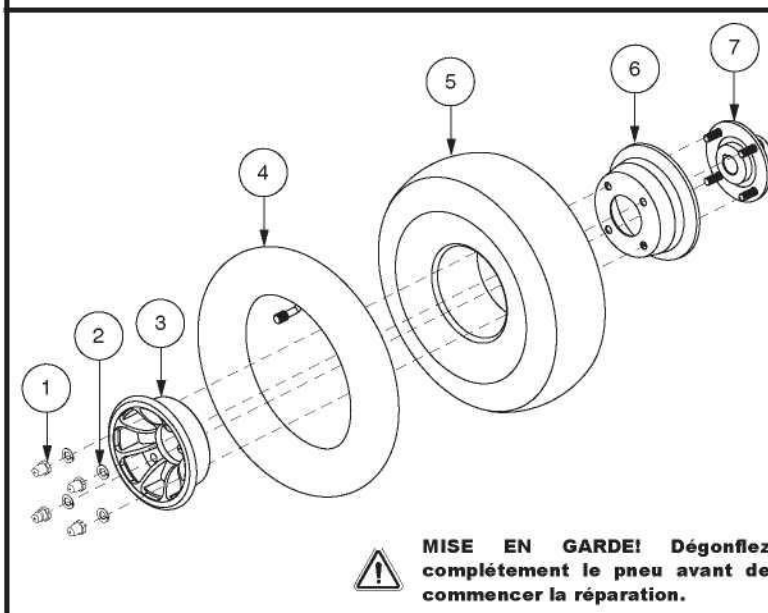

Figure 30. Roue pneumatique motrice démontée/montée
6. Retirez les vis et séparer les moitiés de la jante. **Voir la figure 30.**
7. Retirez le vieux tube du pneu et le remplacer par un nouveau tube. **Voir la figure 30.**
9. Glisser la nouvelle roue en place. Assurez-vous que la clef est bien ancrée dans la rayure de clef. **Voir la figure 30.**